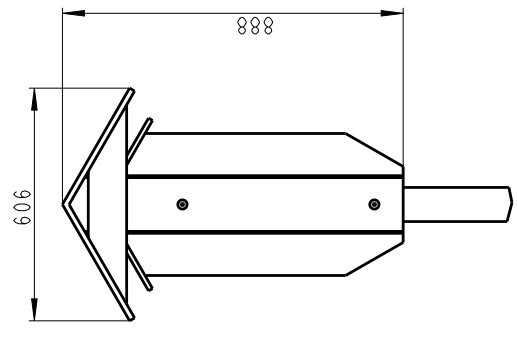

Afb.6
- 7** Hijs de gehele assemblage in het gat. Stel het verticaal. Fixeer met bijgeleverde snelbeton en werk de grond af. Verwijder de hijsbalk. Fixeer eventueel tijdelijk met tuidraden (afb. 6)